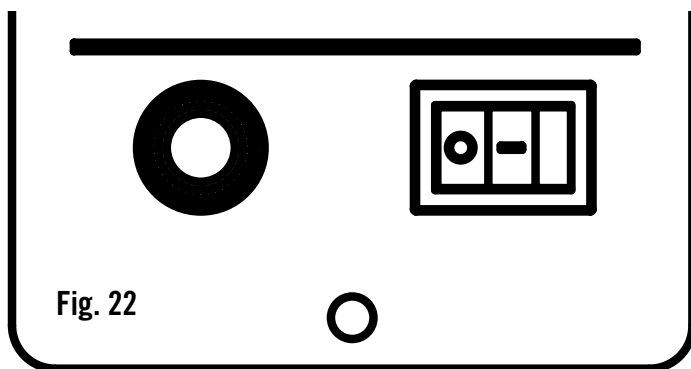

Fig. 22
Celui-ci est utilisé pour allumer le barbecue à granules. « 0 » signifie l'arrêt (OFF) et, « I » signifie la marche (ON). Voir la figure 22. Lorsque l'unité de commande est allumée pour la première fois, il faut pousser sur le sélecteur pour avoir accès au MENU